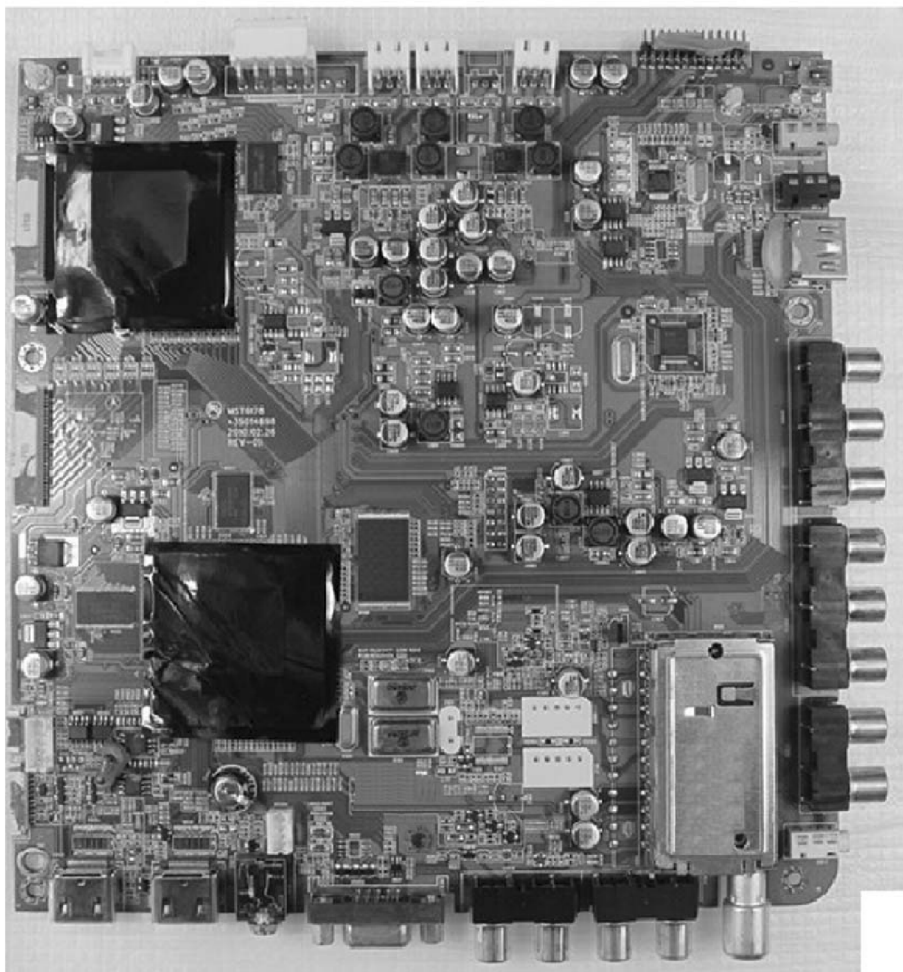

图 6-103 主板实物图
【附注】1) 该机在故障出现时主要检测 NU05 供电电压 (正常为 3.3V), ②⑥脚复位电压 (正常为 3.3V), ②⑦脚检测电压 (正常为 3V), ③⑤脚对地电阻 (正常为 12k Ω)。2) 主板实物图如图 6-103 所示。